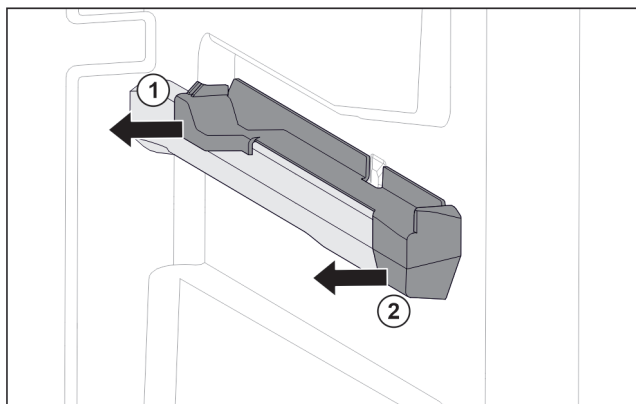

Fig. 51 Вставная часть на правом контейнерном ребре
- ▶ Отодвиньте вставную часть сзади в сторону. Fig. 51 (1)
- ▶ Отодвиньте вставную часть спереди в сторону. Fig. 51 (2)